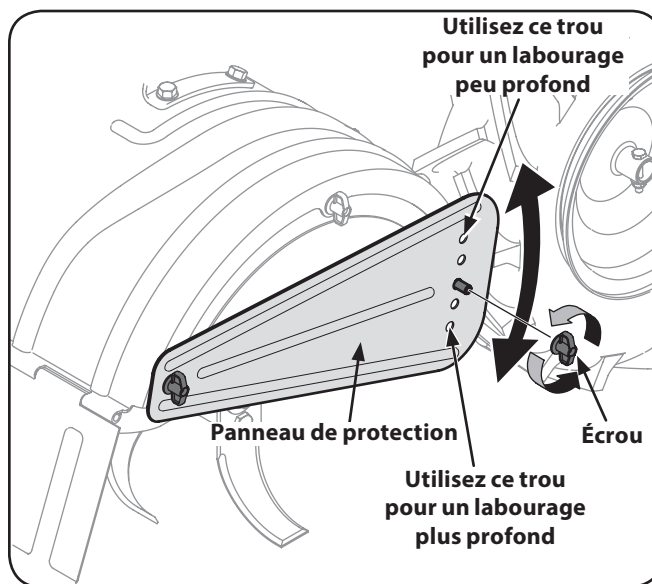

Figure 5-2
2. Pour labourer une section d'herbe ou pour effectuer un labourage peu profond, utilisez le réglage de profondeur d'un pouce (le deuxième trou à partir du haut). Abaissez les panneaux de protection à la position la plus basse. Voir Figure 5-2.
7. Retirez les écrous papillon pour ajuster les panneaux de protection. Placez les panneaux à la position désirée et remplacez les écrous papillon. Serrez bien les écrous. Voir Figure 5-2.